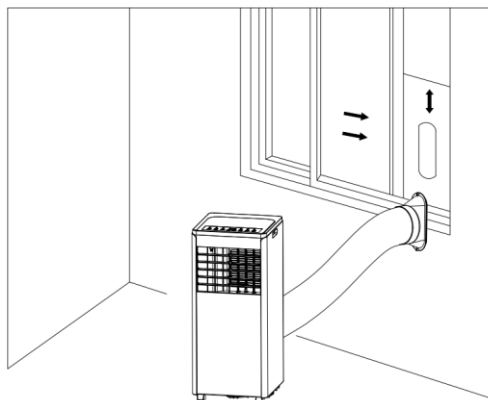
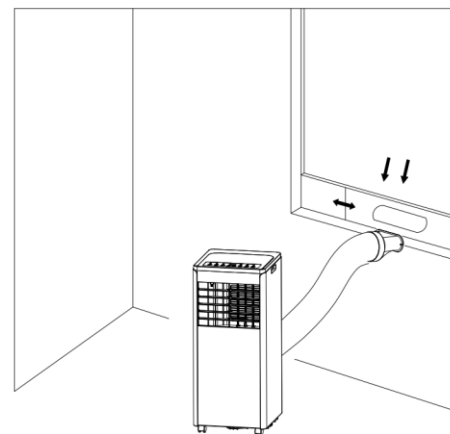

Abbildung 5
Abbildung 6
- 2) Verlängern Sie das Abgasrohr und stecken Sie das flache Ende der Abgasrohrverbindungen in die Öffnung der Fensterdichtungsplattenbaugruppe (siehe Abb. 5 und Abb. 6).